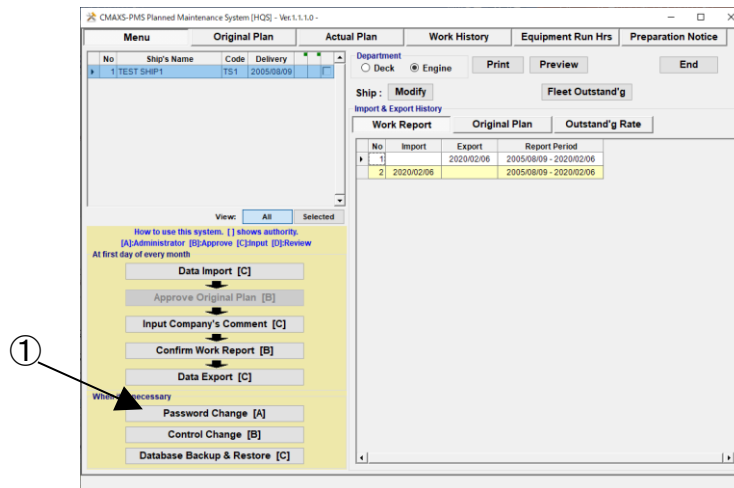

図 12-1 Menu 画面
- ① “Menu 画面”(図 12-1)の[Password Change] ボタンを選択してください。